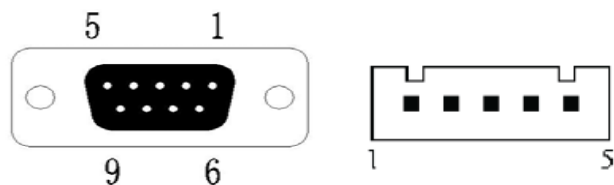

图 5-1
■D 型 485 接口 DB-9 芯孔座, 引脚序号如图 5-1: